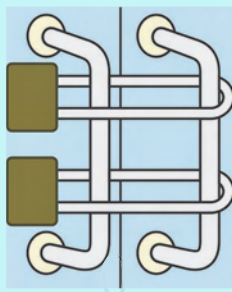

图 2.29 两把锁分别锁门
1. 一个门用两把锁按图2.29中所示的方式锁住，而且钥匙分别掌握在A、B两个人手中。讨论：什么条件下才能打开门？